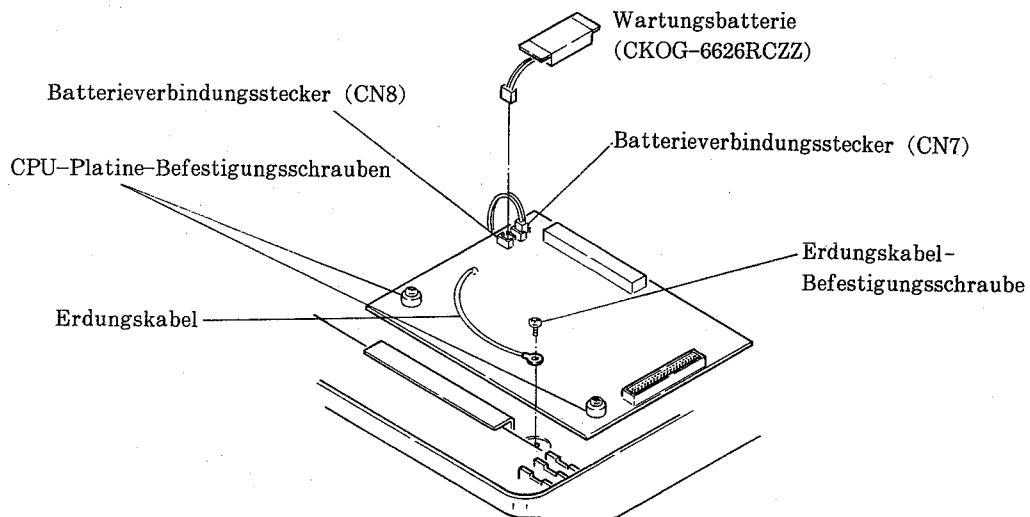

Abb. 16
- (7) Alle Steckerverbindungen an der CPU-Platine abnehmen, außer jener für die Wartungsbatterie. (Vorsicht, daß die Wartungsbatterie nicht abgeklemmt wird.)
- (8) Die Befestigungsschrauben (2 Stück) von der CPU-Platine sowie die Erdungskabel-Befestigungsschraube (1 Stück) losdrehen, und die CPU-Platine vom Gehäuseunterteil abnehmen (siehe Abb. 16).